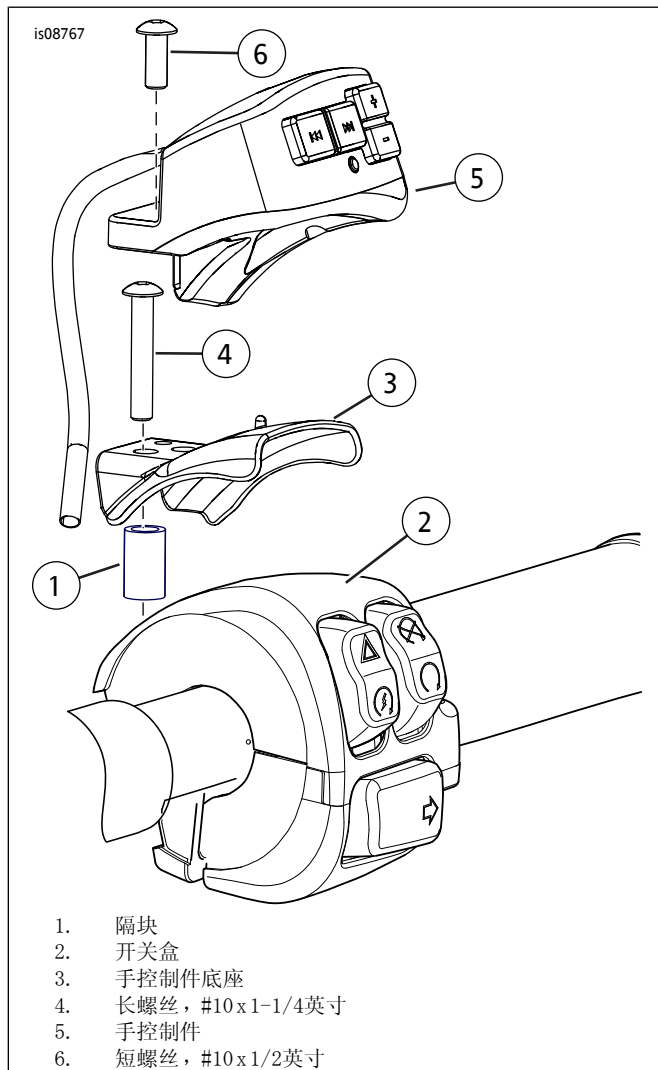

图4。安装手控制件
5. 参见图4。将隔板(1)置于开关盒上之前拆下螺丝的孔上方。